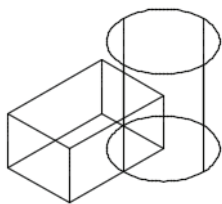

图 14-47 存在着两个实体
- 1 打开“并集即学即练.dwg”文件，该文件中存在着图 14-47 所示的两个实体。